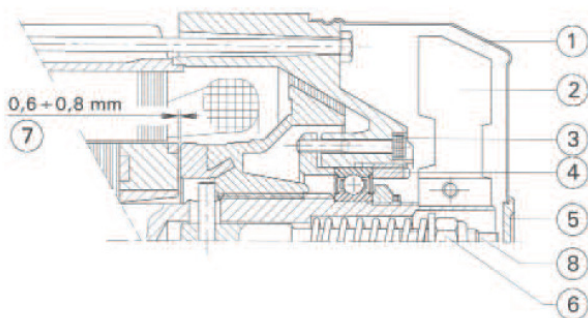

Fig.5
8.3 RÉGLAGE DU FREIN DU MOTEUR (fig. 5)